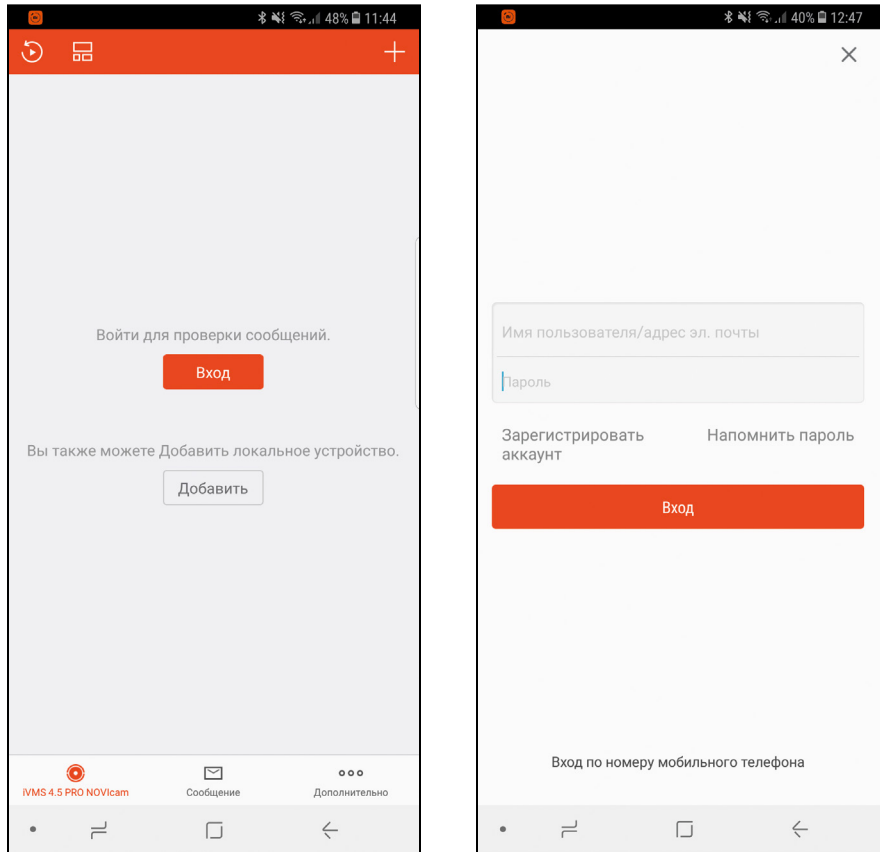

Рис. 34 Вход в учетную запись P2P
3. Для авторизации в учетной записи нажмите **Вход**. Введите **Имя пользователя/адрес эл. почты** и **Пароль** от Вашей учетной записи P2P (если вы еще не зарегистрировались, необходимо нажать **Зарегистрировать аккаунт**. (Рис.34)